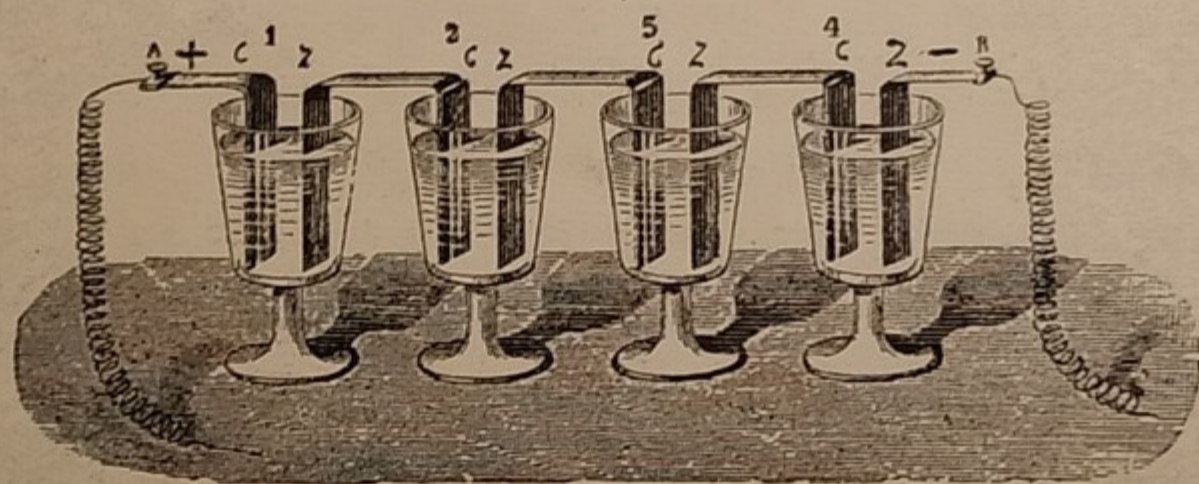

Fig 129.
96. **Pila a corona di tazze.** — Per evitare l'inconveniente dello sgocciolamento dell'acqua acidulata dai pannolini sottoposti alla pressione dei dischi metallici, Volta diede poi alla sua pila la disposizione che vedesi nella fig. 129, quella
Ognuna delle pile descritte al § 98 possiede una ben definita forza elettromotrice. Questa però può essere aumentata usando contemporaneamente 2 o più pile collegate come nella fig. 129 (*batteria in serie*).